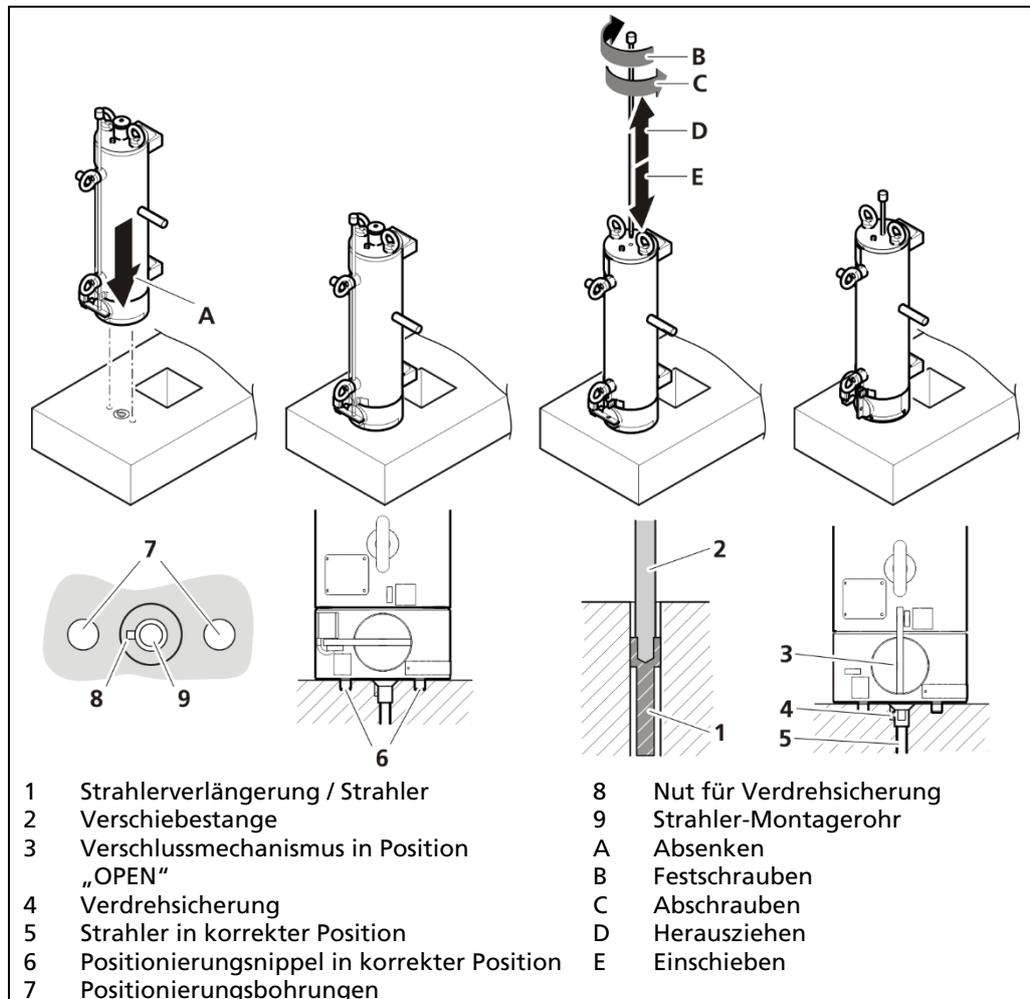

Abb. 8 Strahler einsetzen
4. Richten Sie die Transferabschirmung über dem Schutzrohr so aus, dass die Positionierungsnippel (Abb. 8, Pos.6) in die kokillenseitigen Positionierungsbohrungen (Abb. 8, Pos.7) passen.
7. Öffnen Sie den Verschluss der Abschirmung (Abb. 8, Pos. 3) und führen Sie den Strahler (Abb. 8, Pos.1) mit Hilfe der Verschiebestange vorsichtig in das Strahler-Montagerohr innerhalb der Kokille ein.
8. Achten Sie darauf, dass der Strahler sich vollständig in dem Schutzrohr befindet (Abb. 8, Pos. 5) und der Zapfen der Verdrehsicherung am Strahlerkopf in die vorhergesehene Nut der Schutzhülse einrastet (Abb. 8, Pos.4).
9. Schrauben Sie die Verschiebestange vom Strahler ab (Abb. 8, C) und ziehen Sie die Verschiebestange nach oben aus der Transferabschirmung heraus (Abb. 8, D).